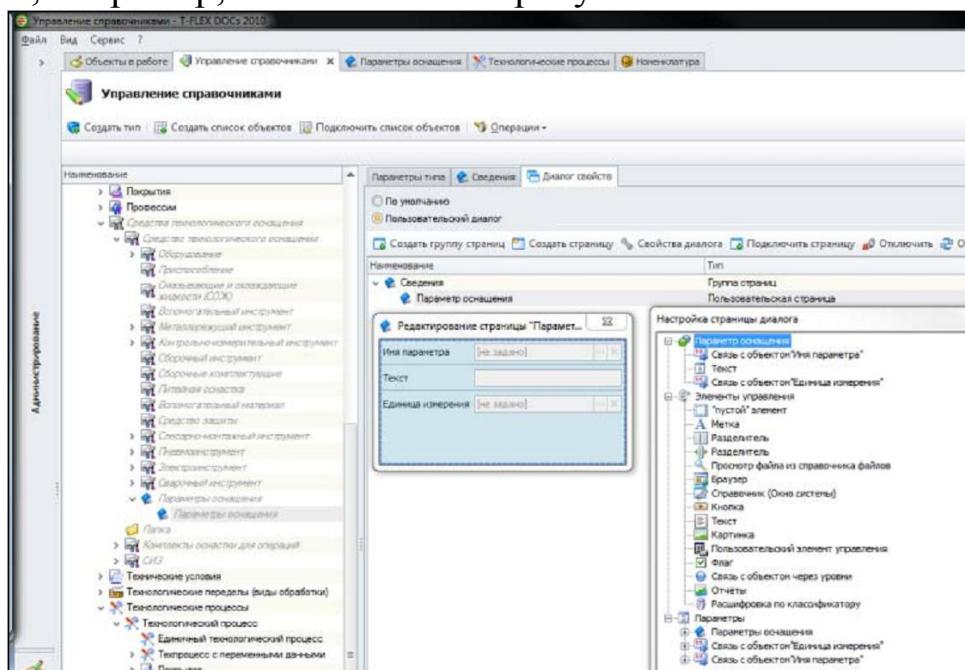

Рис. 103 Создание пользовательского диалога для справочника «Средства технологического оснащения»
1. Настроим диалог ввода значения параметров в списке объектов (рис. 103).